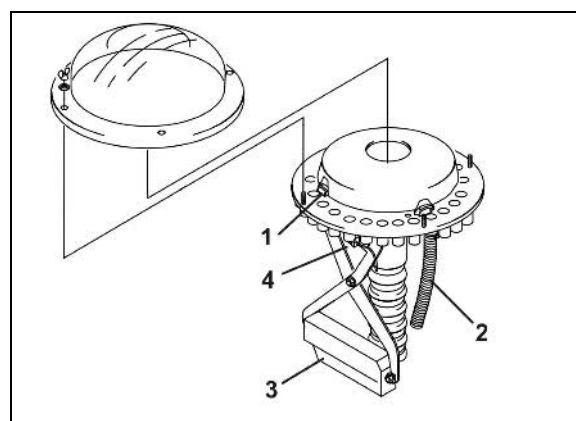

Рис. 58
- устройство переключения техколеи закрывает в распределительной головке посредством заслонки (Рис. 58/1) подвод посевного материала к семяпроводам (Рис. 58/2) сошников техколеи;
Подача посевного материала к сошникам техколеи прерывается, как только электромотор (Рис. 58/3) закрывает соответствующие семяпроводы (Рис. 58/2) в распределительной головке.
Датчик (Рис. 58/4) проверяет, надлежащим ли образом работают заслонки (Рис. 58/1), открывающие и закрывающие семяпроводы (Рис. 58/2).